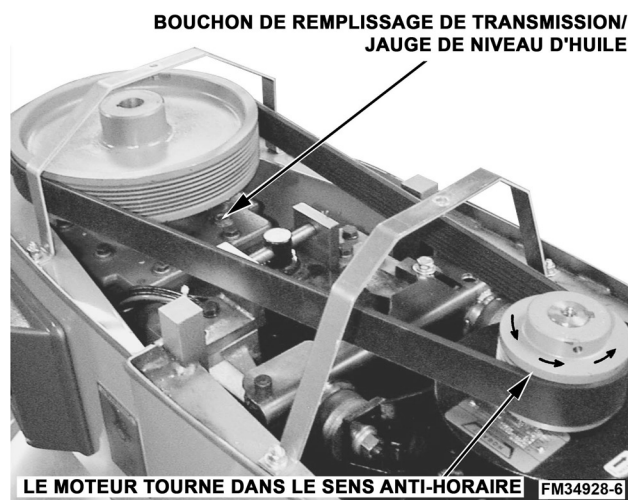

Fig. 2
Ce batteur/mélangeur est livré avec de l'huile dans la transmission. Vérifiez le niveau d'huile avant de démarrer le batteur/mélangeur (Fig. 2). Pour en savoir plus sur les procédures de lubrification, reportez-vous à la section Lubrification à la page 16.
3. Vérifiez que le moteur tourne dans le sens antihoraire (Fig. 2). Si ce n'est pas le cas, inversez n'importe quels fils de sortie.